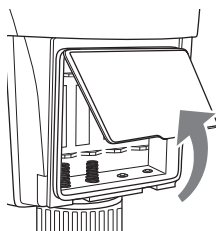

Fig. 2
- ♦ Løft flappen, og tag låget til batterirummet **10** af (se fig. 2).